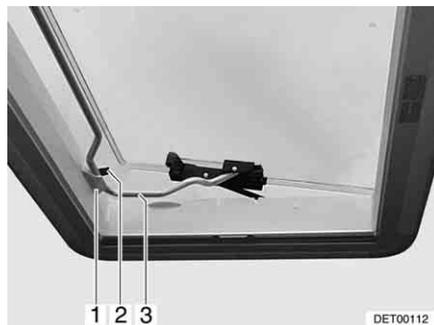

Fig. 59 Claraboya Heki en posición de ventilación 2
- Situar la horquilla (Fig. 59,3) en la sujeción (Fig. 59,1).
- Colocar la palanca (Fig. 59,2) sobre la horquilla.